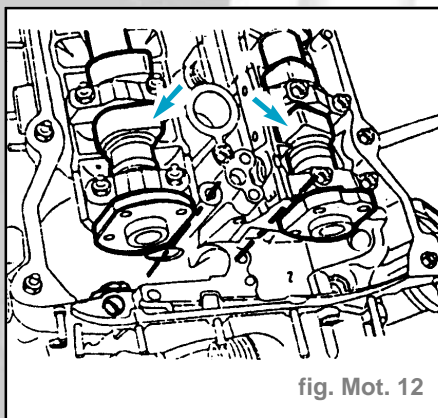

fig. Mot. 12
- Faire tourner l'arbre à cames jusqu'à ce que les bossages des cames d'admission et d'échappement du cylindre 1 soient orientés l'un vers l'autre (fig. Mot. 12).